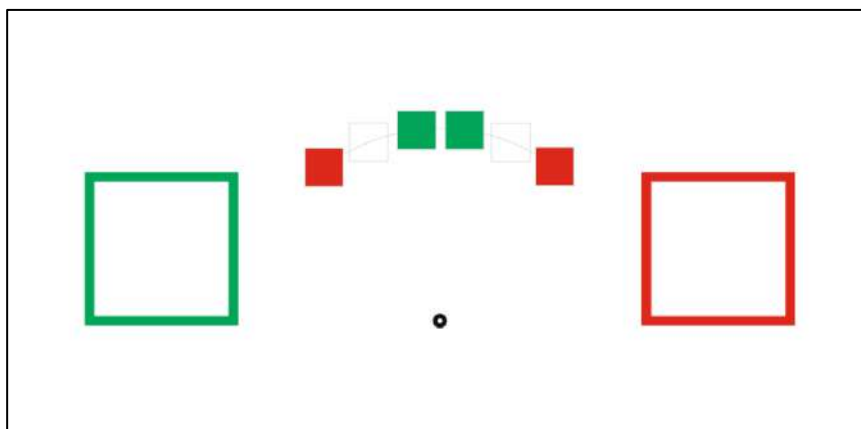

Рис. 1. Пример начального расположения кубов
На дуге светло серым цветом нанесено шесть контуров для установки кубов. В четырех из них расположены четыре куба: два одного цвета и два другого. Пример начального состояния полигона приведена на рис. 1.
6. Рекомендуемый внешний вид полигона приведен на рис. 1.